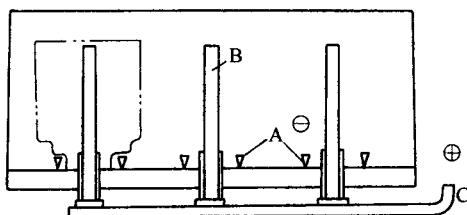

图 1-8
① 插销镀锌挂具：工件外形见图 1-7。挂具形状见图 1-8。
制作挂具时应注意：图 1-8 中 A 处所示的三个爪子的高度应与图 1-7 工件的底部相对应。图 1-8 中 B 所示为辅助阳极，辅助阳极底部与挂具接触处必须绝缘，以防阴、阳极短路烧坏工件。辅助阳极高度与图 1-7 工件上部高度接近。图 1-8 中 C 所示为辅助阳极导线的塑料套管。